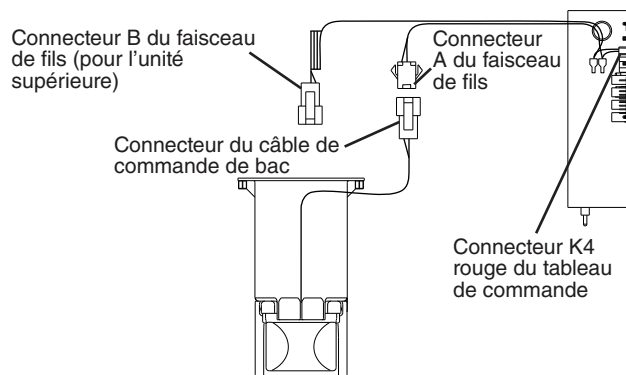

Fig. 4
- c. Utiliser la vis à oreilles retirée à l'étape précédente et celle fournie dans le paquet d'accessoires pour fixer le sous-ensemble de commande de bac à la partie inférieure de la machine à glace. Voir fig. 4.